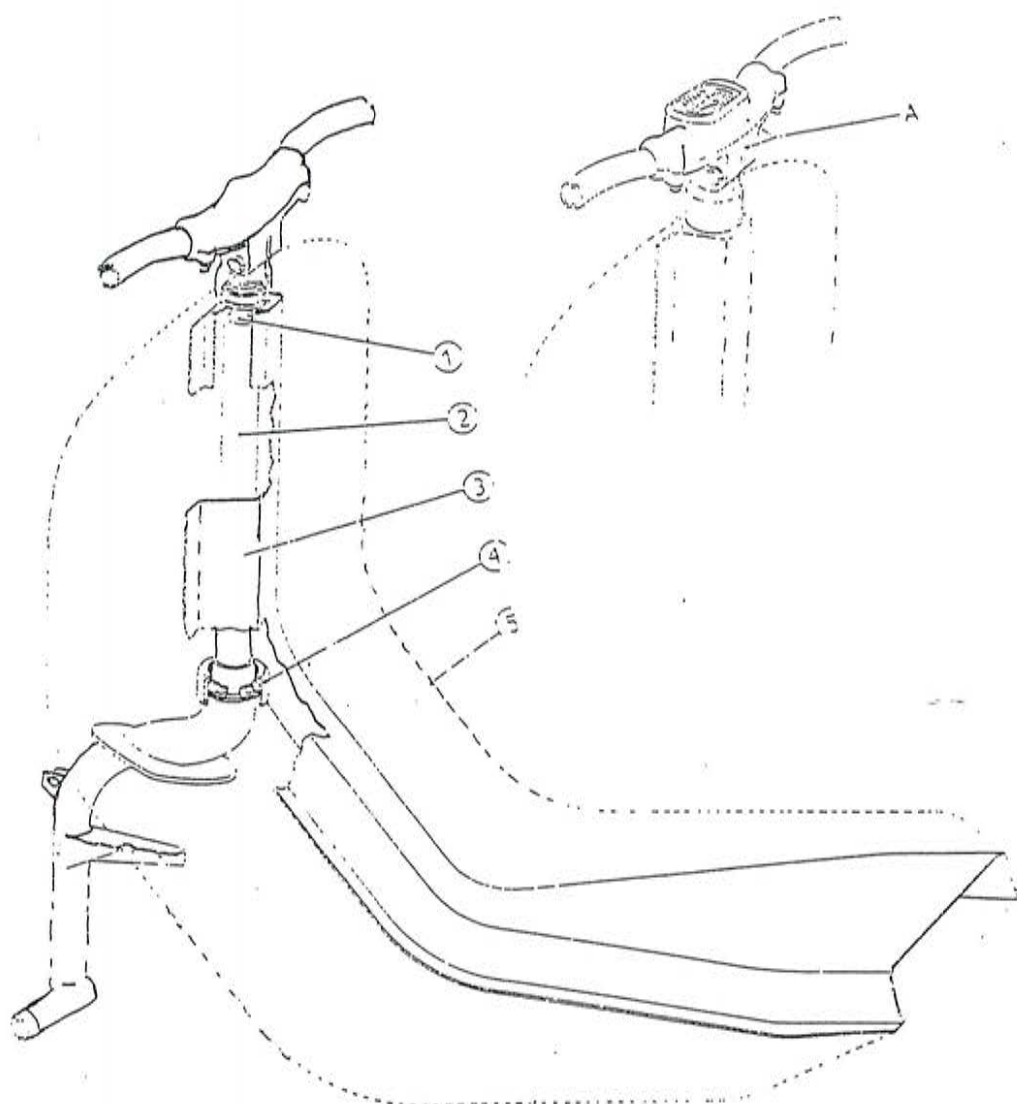

Fig. 10 - Telaio e sterzo
Lo **sterzo** è costituito da un tubo piegato in prossimità della ruota in modo da sopportare la stessa a sbalzo con interposizione di sospensione elastica. (vedi fig. 10)
- si possono fornire il supporto manubrio ed il coperchio provvisti di alloggiamento per la scatola del contachilometri. (fig. 10).